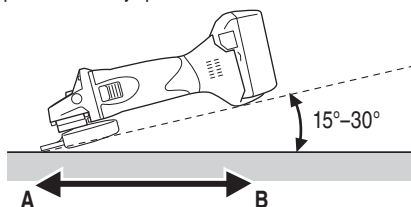

Fig. 10
4. Utilice el ángulo de amoladura apropiado. Realice la operación de amoladura con el borde de la rueda levantando la amoladora de 15 a 30°, como se muestra en la Fig. 10.
5. Mueva la amoladora en el sentido apropiado. Cuando utilice una rueda de disco abombado nueva en el sentido A (Fig. 10), el borde de la rueda puede cortar la pieza de trabajo. En este caso, realice la operación de amoladura en el sentido B (Fig. 10). Cuando se haya gastado el borde de la rueda, la pieza de trabajo podrá amolarse en ambos sentidos.